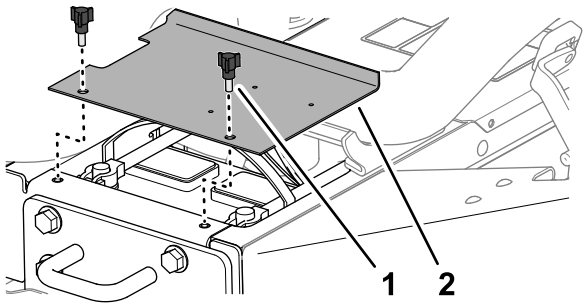

Figure 52
1. Ouvrez les loquets sur les côtés gauche et droit du capot (Figure 52).